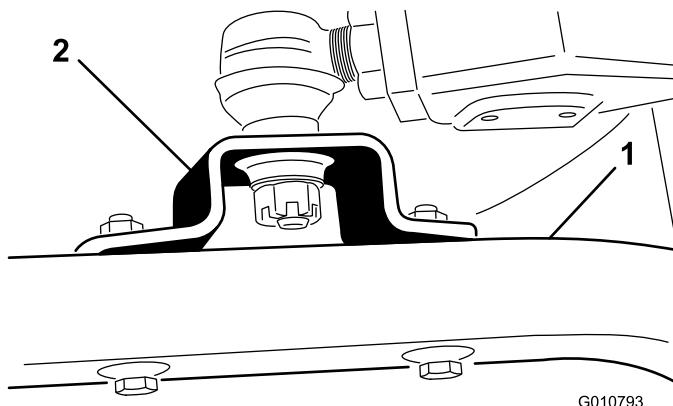

Figura 19
- Rimuovete le viti a testa cilindrica e i dadi che fissano i supporti del giunto sferico ai bracci della ruota orientabile sull'apparato di taglio (Figura 19).
- Portate la leva di sollevamento in posizione Float. Spingete i bracci di sollevamento verso il basso in modo che i fori dei supporti del giunto sferico siano allineati con quelli dei bracci delle ruote orientabili (Figura 19).